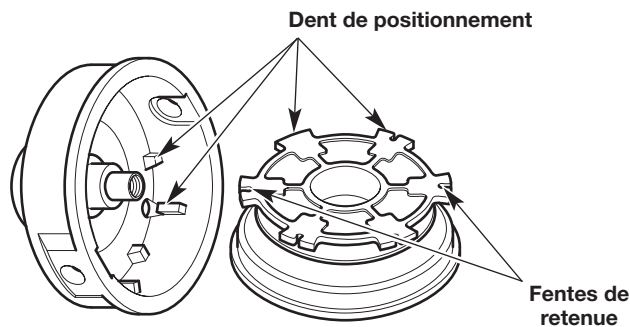

Fig. 18
6. Vérifiez l'usure des dents de positionnement et des fentes de retenue (Fig. 18). Si nécessaire, éliminez les ébavurages ou remplacez le moulinet et la bobine extérieure.